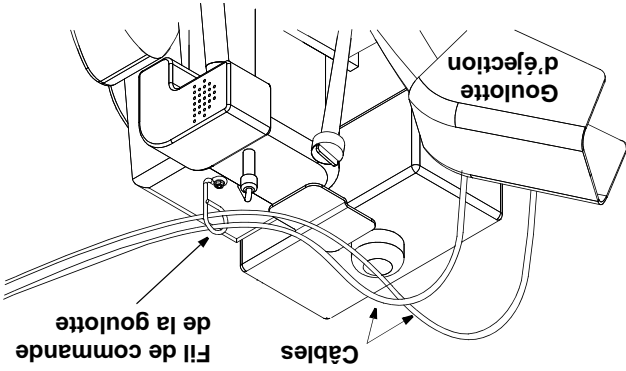

Figure 6
- S'il ne sont pas déjà installés, insérez les câbles, allant du tableau de bord à la goulotte, dans le fil de commande de la goulotte qui se trouve sur le moteur. Voir la Figure 6.